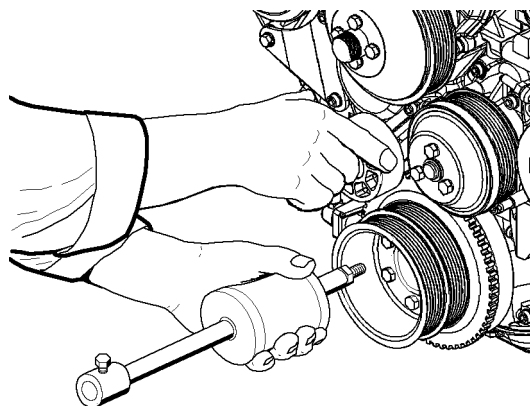

Рис. 4.123. Снятие шкива коленчатого вала
- отверните храповик 17 и снимите шкив 14 коленчатого вала в сборе со ступицей при помощи приспособления, как показано на рис. 4.123;